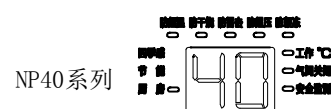

图10
3. 厨房模式(如图10)：在厨房模式待机状态下（即不开水状态下），用户切换到厨房模式时，如图10所示，此时热水器自动调整燃气供给量，用户可以根据自身需要调节出水温度。温度调节范围为 $35^{\circ}\text{C} - 45^{\circ}\text{C}$ 。用户如果需要退出厨房模式，在待机状态下（即关水状态下），按下“@”功能键进行切换退出，或者在使用状态下按“@”功能键退出到普通模式。